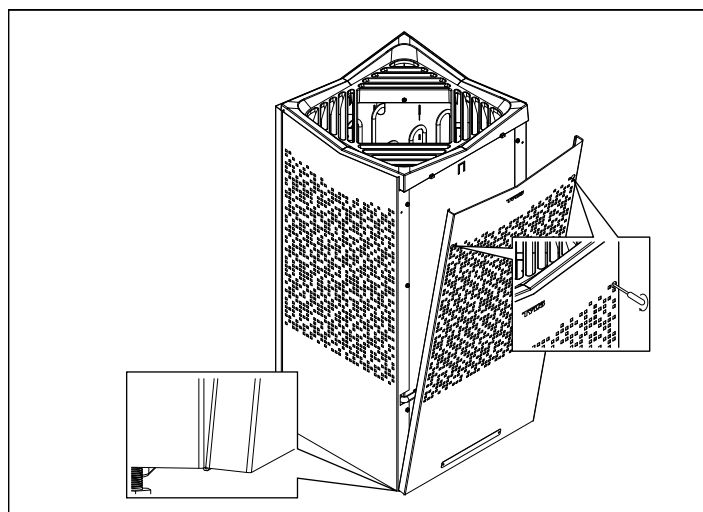

Fig 10: Montera på front
6. Haka tillbaka front och skruva fast den (se fig 10).